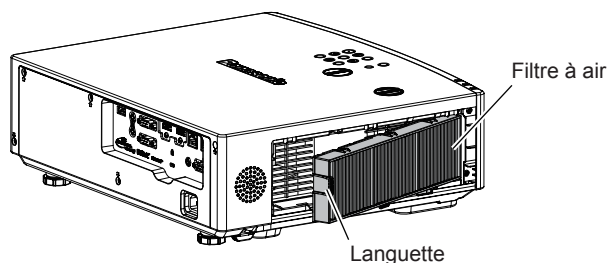

Fig. 1
1) Fixez le filtre à air au projecteur. (Fig. 1)